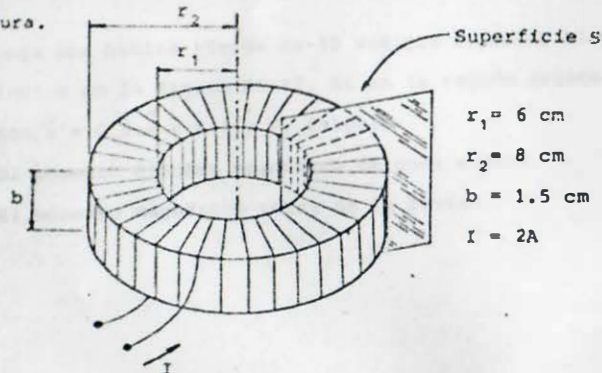

FIGURA P5.13
- 5.13 Un toroide de 4000 vueltas enrolladas uniformemente, posee las dimensiones mostradas en la figura P5.13, determine: